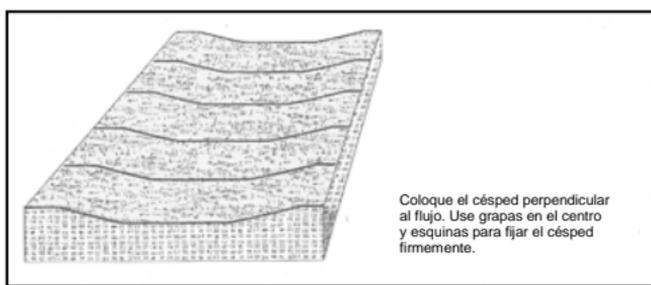

Figura SOD-2 Instalación de césped en vías fluviales.
- En áreas donde flujos caudalosos puedan ser problemáticos, instale los lados más largos perpendiculares al flujo (vea Figura SOD-2) y sujete con grapas los extremos y el medio de cada franja firmemente. Durante el asentamiento del césped, puede colocar sobre el césped yute o malla sintética para proveer protección adicional.